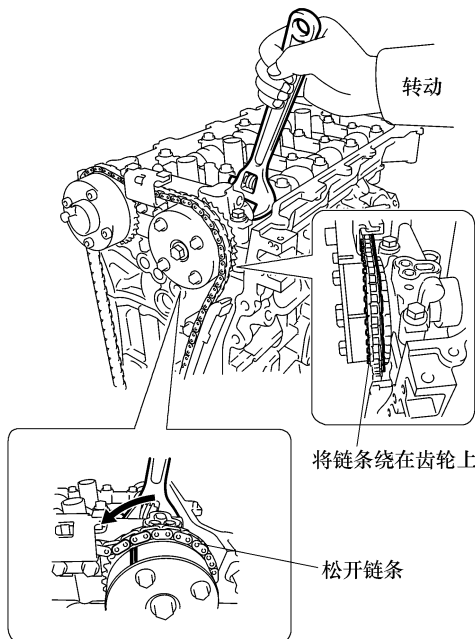

图 1-88 拆卸链条分总成
① 用扳手固定住凸轮轴的六角头部分，并逆时针旋转凸轮轴正时齿轮总成，以松开凸轮轴正时齿轮之间的链条，如图 1-88 所示。
② 链条松开时，将链条从凸轮轴正时齿